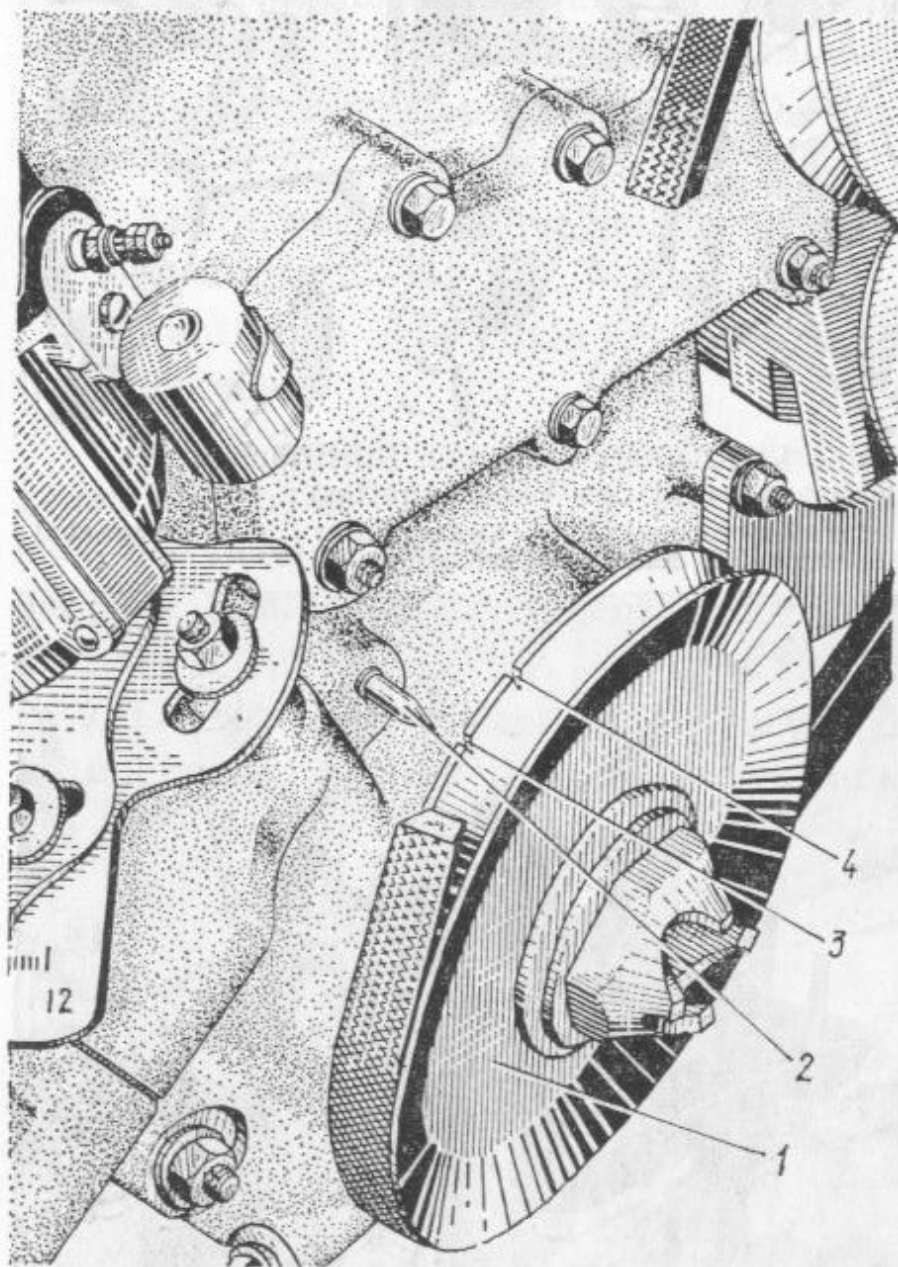

Bild 61. Einstellmarken auf der Riemenscheibe der Kurbelwelle :
2. Kolben des ersten Zylinders (am Kühler) in oberen Totpunkt (oT) des Verdichtungshubs einstellen (beide Ventile geschlossen), indem die Kurbelwelle des Motors mit der Andrehkurbel derart durchgedreht wird, daß Marke 3 (Bild 61) — die zweite in Drehsinn der Kurbelwelle — die als keilförmige Marke auf Riemenscheibe 1 aufgetragen ist, mit der Spitze des Einstellstifts 2 zusammenfällt, der am unteren Deckel des Gehäuses der Steuerräderkette befestigt ist.